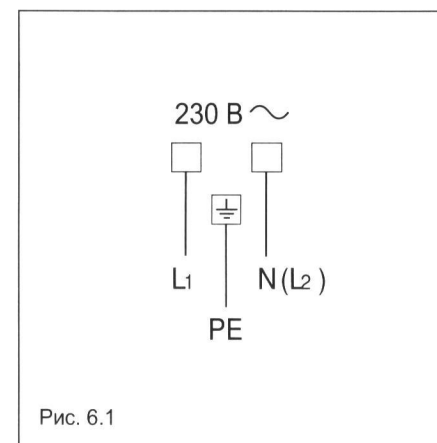

Рис. 6.1
- ✓ Подсоединение электрического кабеля к коробке с контактами осуществляется согласно следующей схеме (Рис. 6.1).